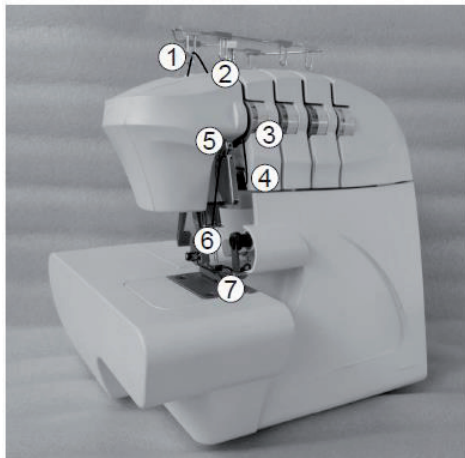

Рис. 24
1. Заправьте левую иглу, следуя синему пути и порядку от 1 до 7 на Рис. 24.